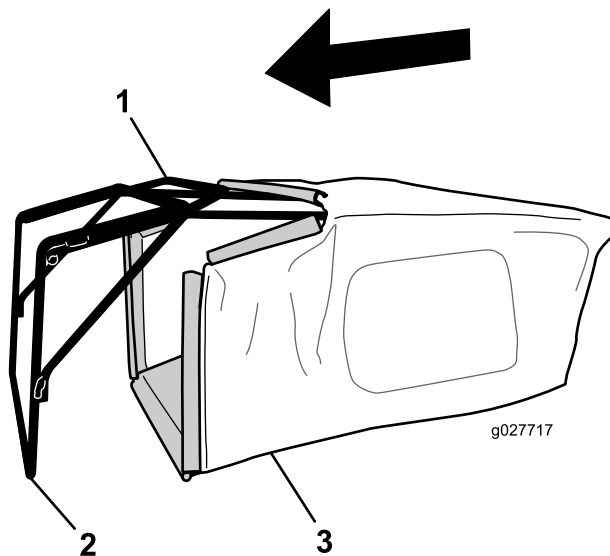

Figura 7
1. Deslize o saco de relva sobre estrutura como se mostra na Figura 7.
**Nota:** Não deslize o saco sobre o manípulo (Figura 7).